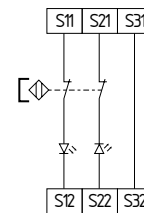

Fig. 16
**Controllo a due canali di interruttori magnetici di sicurezza secondo EN 60947-5-3 (Fig. 16)**